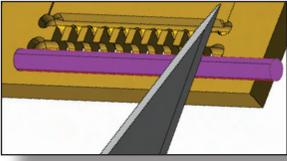
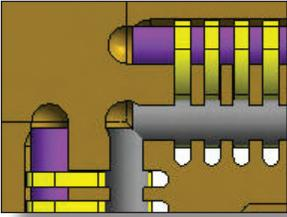

図 23: エラストマに適正な長さで印をつける
図 24: エラストマがEnd Well (先端くぼみ)に正しくフィットした状態
- End Well (先端くぼみ)に対してほんの少し短めになるように(図 23参照)、メスでエラストマに印をつけます(図 24参照)。ハウジングに傷をつけないように気を付けて下さい。
- 右側が完了したら中央に戻り、左側に向かって作業を行って下さい。エラストマの先端をEnd Well(先端部くぼみ)に押し込んだら終了です。エラストマがEnd Well先端部くぼみのすれすれに達していることを確認して下さい(図 24参照)。エラストマの中心位置がズれている場合は、引き抜いて再度インストールを行ってください。エラストマがエラストマスロットの中心にある時に、最適性能が実現されます。